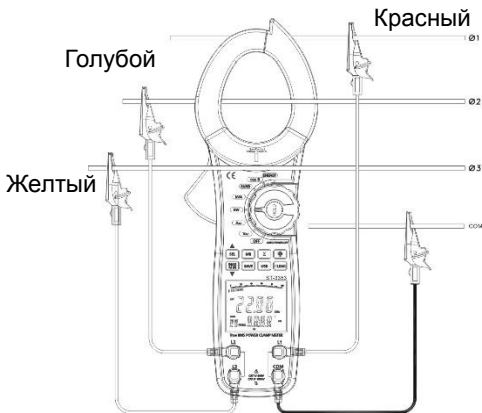

Рис. 6
3. Метод подключения (см. рис. 6, 7, 8):
- При измерении по схеме «3 фазы, 4 провода» подключить прибор, как показано на рис. 6.
Нажать кнопку Σ и удерживать в течение 1 секунды для перехода в нормальный режим измерения. На рис. 6 $\Sigma W = W1 + W2 + W3$.
3. Метод подключения по схеме «3 фазы, 4 провода» или «3 фазы, 3 провода» показан на рис. 6 и 15.
3. Метод подключения схемы «3 фазы, 4 провода» и «3 фазы 3 провода», см. рис. 6 и 15.